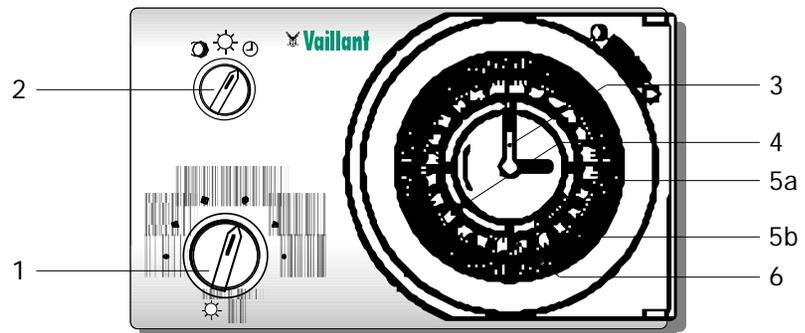

Fig. 1:
int 1 Fig. 1
zeigt auf die Tageszeit z. B. Fig. 1 „15“ Uhr, bei Wochenheizprogramm auf den Wochentag.
Zifferscheibe mit 24-Stunden-Einteilung, betrachtet am Bezugsdreieck, zeigt die aktuelle Tageszeit an, z. B. in Fig. 1: „15“ Uhr.
Mit dem Betriebsartenschalter Fig. 1 (2) können Sie die Betriebsweise Ihrer Heizungsanlage Ihren persönlichen Bedürfnissen anpassen.
Am Tag-Temperaturwähler Fig. 1 (1) stellen Sie die Raumtemperatur nur so hoch ein, daß es für Ihr Behaglichkeitsempfinden gerade ausreicht. Jedes Grad mehr ergibt einen unnötigen Mehrverbrauch an Heizenergie von etwa 6%.